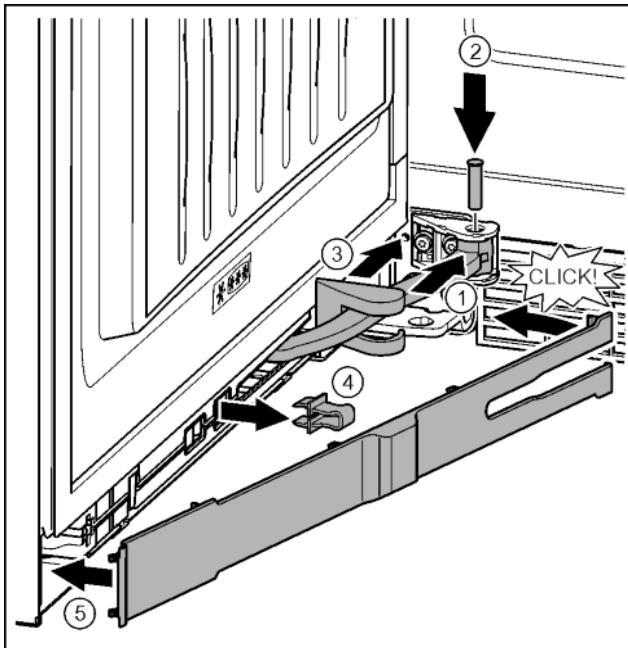

Fig. 40
- Tourner l'articulation dans la fixation. Fig. 40 (1)
- Introduire le boulon dans la fixation avec un tournevis T15 et mettre en place l'articulation. Veiller à ce que l'ergot d'encliquetage repose correctement dans la rainure. Fig. 40 (2)
- Pousser le cache du palier de support le long de l'articulation et le monter au-dessus de la fixation. Fig. 40 (3)
- Enlever l'arrêt. Fig. 40 (4)
- Mettre le cache du côté de la poignée et l'incliner vers l'intérieur. Fig. 40 (5)